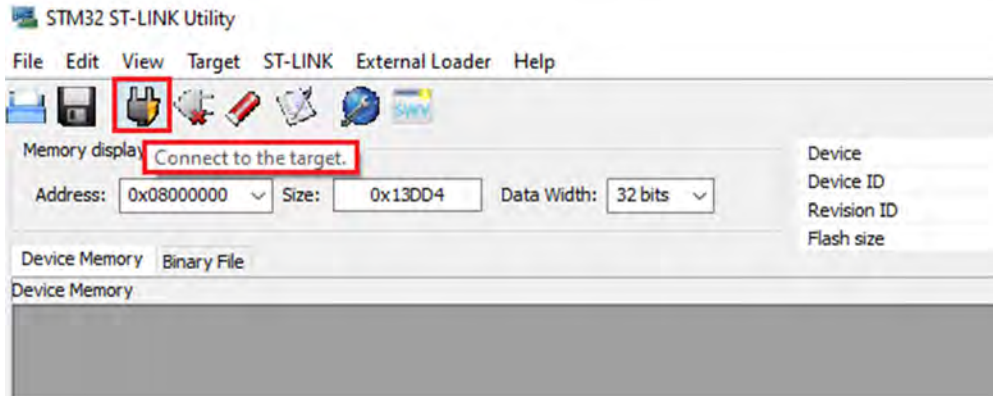
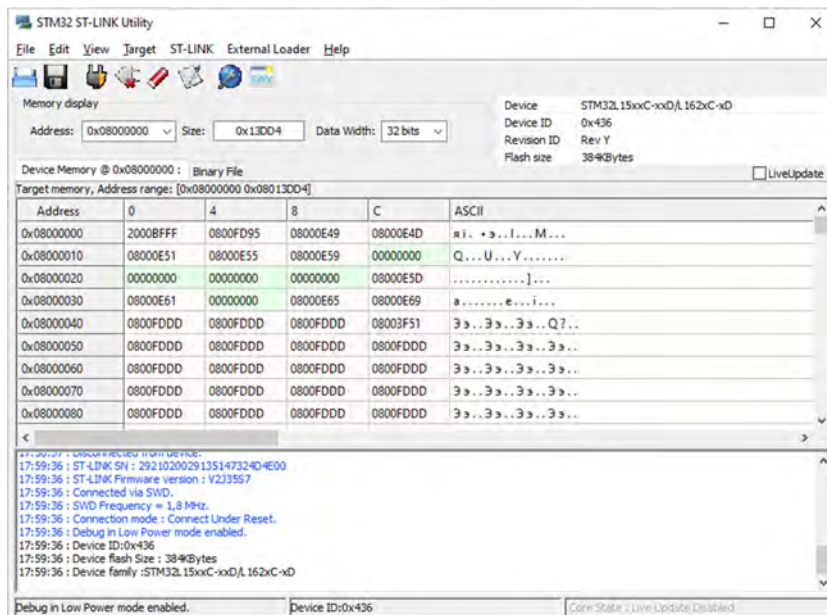

Рис. 5
Рис. 6
6. Далее нажать на кнопку "Connect to target" (рис. 5). При успешном считывании прошивки на экране появится код прошивки из маяка (рис. 6)